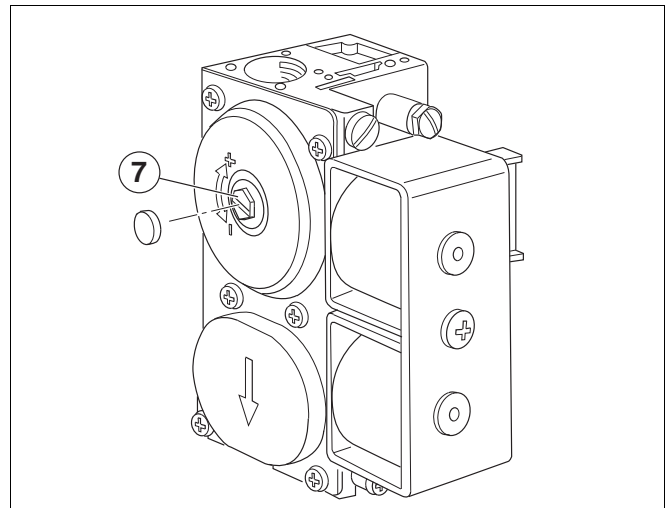
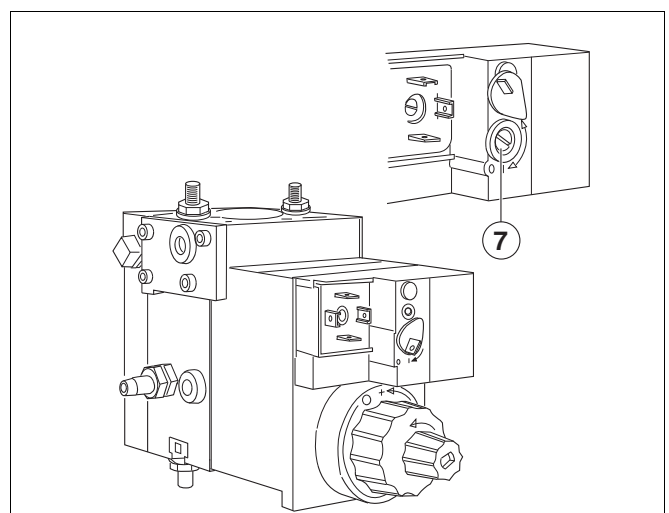

Abb. 6 Gasbrennerarmatur SIT 830 Tandem
Abb. 8 Gasbrennerarmatur Dungs MBDLE
- Schutzkappe bzw. -schraube über der Einstellschraube für Düsendruck entfernen (Abb. 6 bis 7); bei Dungs MBDLE Verschußklappe wegschwenken (Abb. 8).
- Düsendruck korrigieren durch Drehen der Einstellschraube in Plus- oder Minus-Richtung (Abb. 6 bis 8).